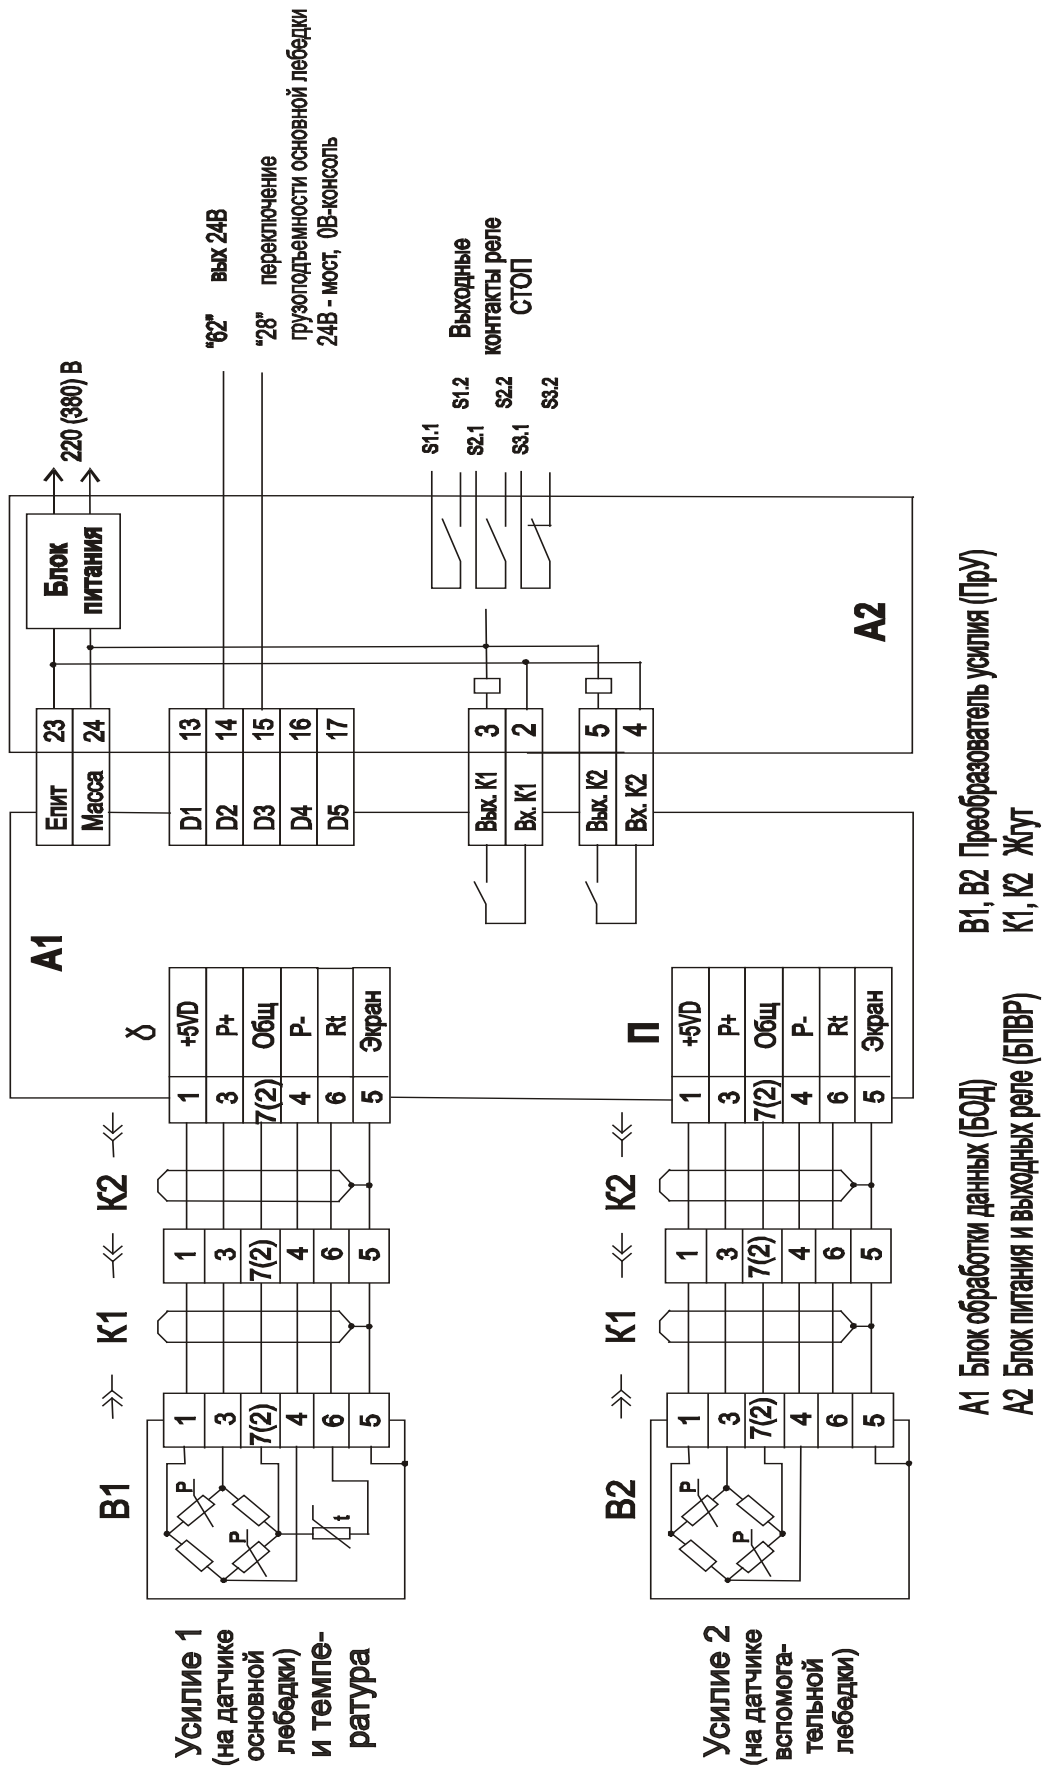

Рисунок 2 - Схема подключения составных частей ограничителя на кране
1.4.2 ОНК подключается к системе управления крана (см. рисунок 2) посредством разъемов: через разъем Х1 БОДа проходят цепи управления исполнительными механизмами, цепи питания изделия, сигналы с концевых выключателей, связанных с ручками управления крана; датчики подключаются к БОДу через индивидуальные разъемы.